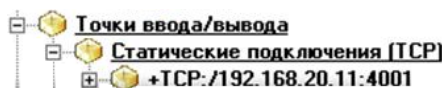

Рис. 4.22
- 1) исходящее TCP-подключение. Имя создаваемого подпункта: «+TCP:</IP-адрес устройства>:<TCP-порт устройства для входящих на него подключений>» (без кавычек). Например, «+TCP:/192.168.20.11:4002». В этом случае служба обмена попытается подсоединиться к устройству по его IP-адресу (192.168.20.11) на порт 4002 (рис. 4.22).